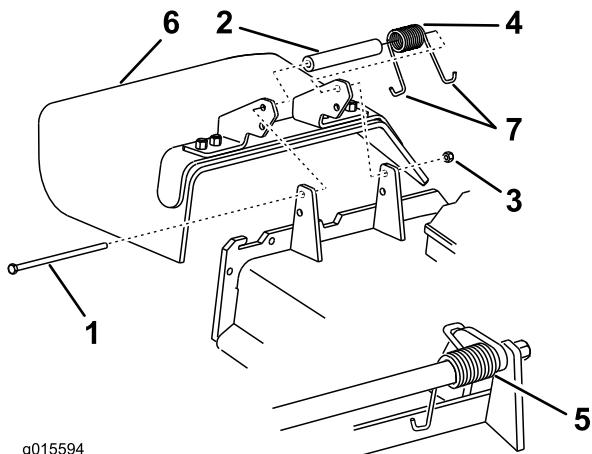

Figure 100
1. Retirez le contre-écrou, le boulon, le ressort et l'entretoise qui fixent le déflecteur aux supports de pivot (Figure 100).
Remarque: Prenez soin de placer 1 extrémité en J du ressort derrière le bord du tablier avant de mettre le boulon en place, comme montré à la Figure 100.
6. Accrochez l'extrémité en J du ressort au déflecteur d'herbe (Figure 100).